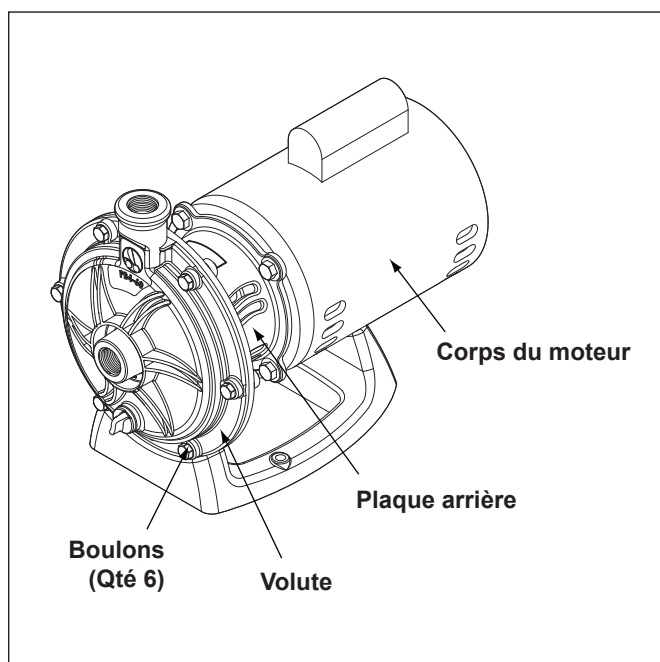

Figure 8. Retirer la volute de la pompe
3. À l'aide d'une clé de 14 mm (9/16 po), desserrer les boulons reliant la volute de la pompe à la plaque arrière du moteur. Voir la Figure 8.
5. Enlever le couvercle de l'arbre du moteur à l'arrière de ce dernier en dévissant la vis à tête hexagonale à l'aide d'une clé à molette de 90°. Voir la Figure 8. L'arbre du moteur sera visible.